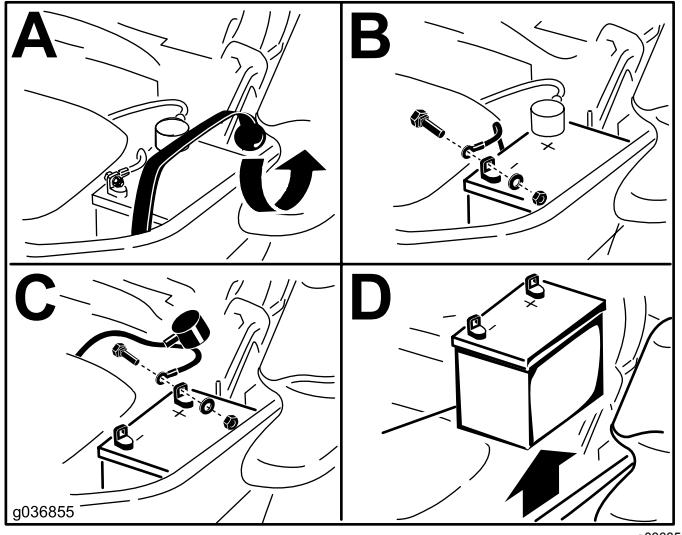

Figura 74
3. Desconecte el cable negativo (negro) de la batería del borne negativo (-) de la batería (Figura 74).
4. Retire la cubierta de goma roja del borne positivo (rojo) de la batería y retire el cable positivo (+) (Figura 74).
5. Retire la correa de goma (Figura 74).
1. Coloque la batería en la bandeja, con los bornes frente al depósito de aceite hidráulico (Figura 74).
4. Fije los cables con 2 pernos, 2 arandelas, y 2 contratuerca (Figura 74).
6. Fije la batería con la correa de goma (Figura 74).